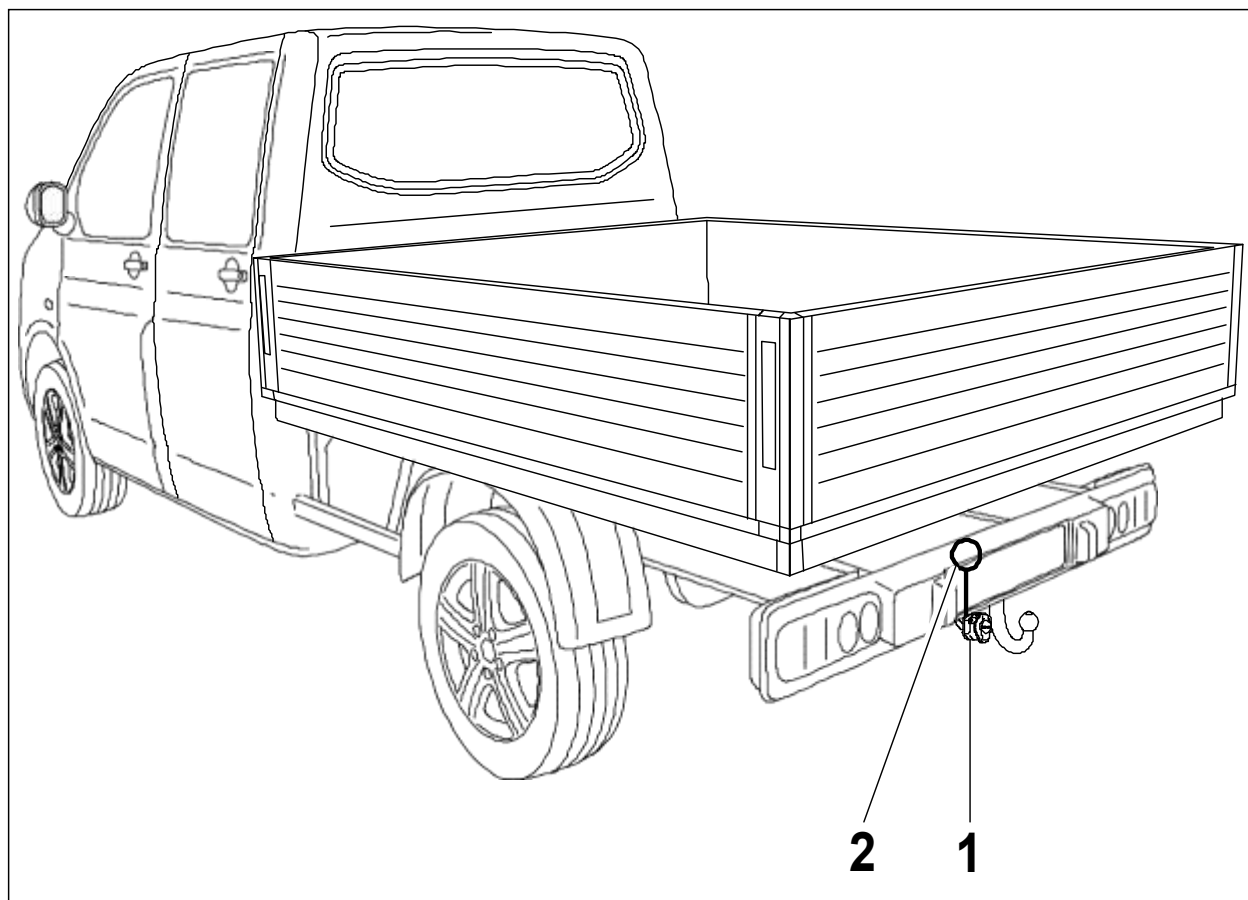

Fig. 1: vista geral de montagem
2. Remover os dois conectores (já não são necessários) da conexão de encaixe de 2 e 14 pinos (fig. 1/2), e colocar e encaixar a ficha de 2 e 14 pinos do conjunto de cabos da tomada.
3. Introduzir a caixa do microinterruptor e o elemento de contacto através do orifício do suporte da tomada (fig. 1/1).
6. Aparafusar a tomada, com os parafusos existentes, no tubo transversal ou no suporte da tomada (fig. 1/1), binário de aperto máx. 2,0 Nm.